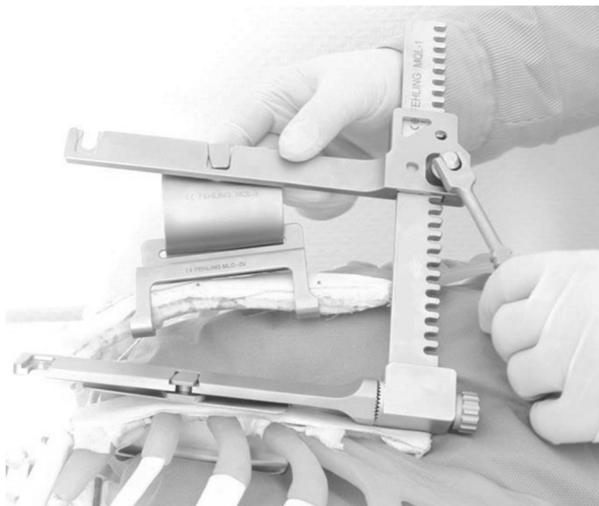

Fig. 14
5. Écarter le rétracteur jusqu'à l'exposition voulue du thorax (Fig. 14).